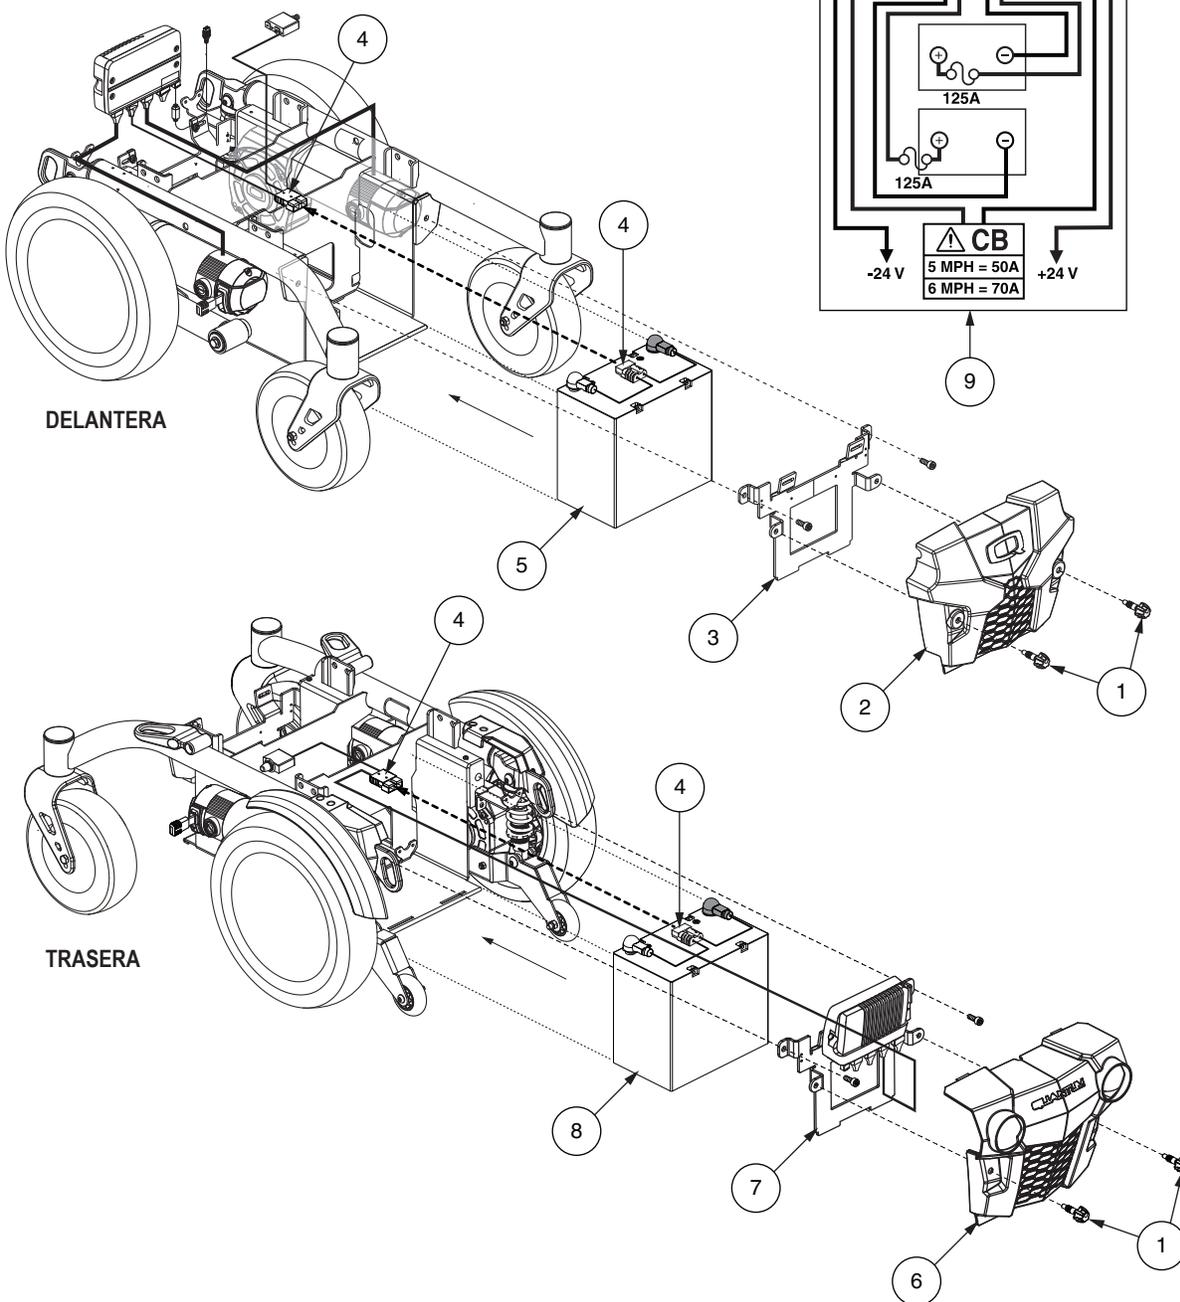

Figura 18. Conexiones de batería
3. Retire las tapas delantera y trasera aflojando los tornillos de palomilla. **Ver figura 18.**
8. Conecte el cable de la batería a la nueva batería delantera de acuerdo con el diagrama de cables de la batería. **Ver figura 18.**
9. Conecte el cable de la batería a la nueva batería trasera de acuerdo con el diagrama de cables de la batería. **Ver figura 18.**